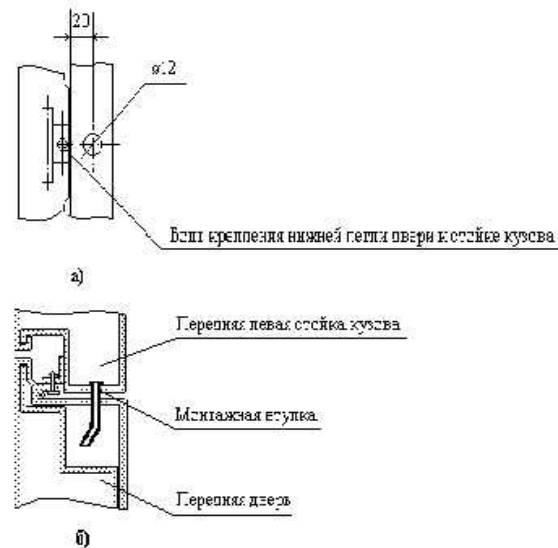

Рис.1.
- 4.5. Просверлить соосные отверстия в торце двери и передней стойке под установку монтажной втулки (не комплектуется), см. Рис. 1.